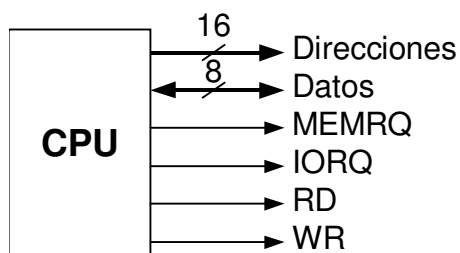
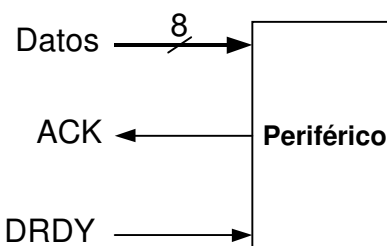
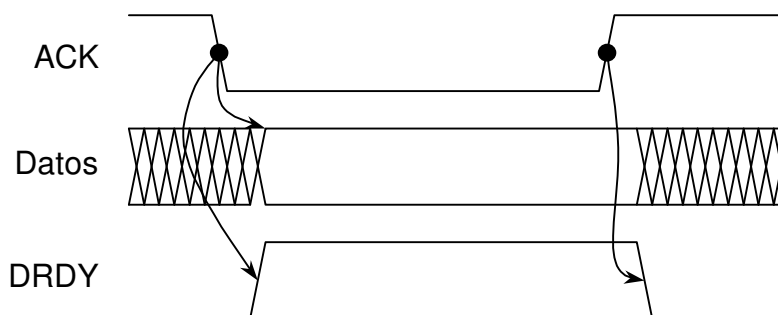

Figura 1. Señales de la CPU.
Figura 2. Señales del periférico.
Figura 3. Protocolo de *handshaking* del periférico..
1. Se dispone de una CPU cuyas señales se describen en la Figura 1. Como dirección de E/S se utilizan los 8 bits inferiores del bus de direcciones. Se desea conectar, mediante E/S programada, dicha CPU a un periférico de salida cuyas señales se muestran en la Figura 2 y cuyo protocolo de *handshaking* se muestra en la Figura 3.